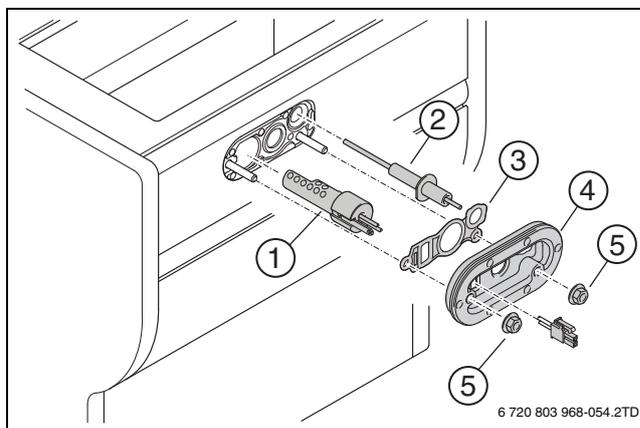

Рис. 64 Замена запального устройства
- ▶ Каждые 4 года заменяйте уплотнение (→ рис. 64, [3]) и крышку с уплотнением (→ рис. 64, [4]).